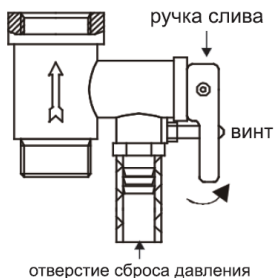

Рисунок 6
4. На входной патрубок, обозначенный голубым цветом и стрелкой направления течения воды, накрутите предохранительный клапан так, чтобы течение воды совпадало с направлением стрелки на корпусе клапана. На отверстие сброса давления предохранительного клапана (см. рисунок 6) оденьте дренажную трубку* для отвода воды (возможно появление при нагревании) в канализацию (трубку необходимо направить строго вниз и запрещено перегибать её).
6. Если не предусмотрен сливной кран-тройник (см. п. Подключение к водопроводной сети), воду можно слить через комбинированный предохранительный клапан: открутить винт ручки слива предохранительного клапана и перевести ручку слива в верхнее положение, при этом кран выхода горячей воды должен быть открыт, а кран подачи холодной воды в водонагреватель должен быть перекрыт (см. рисунок 6). Из отверстия сброса давления предохранительного клапана потечет вода. Никогда не сливайте воду, если ее температура выше 50°С, т. к. это может привести к ожогам.